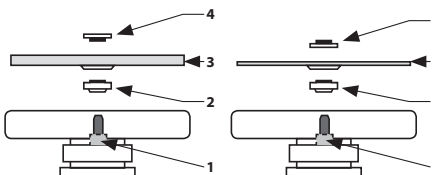
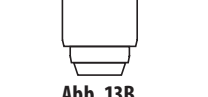

Abb. 13A
Abb. 13B
1. Setzen Sie die Unterlegscheibe auf die Spindel des Hebel des Winkelschleifers für die Montage der Scheibe (Abb. 13A oder Abb.10B, Position 2) so auf, dass sie in den Mulden der Spindel des Schleifers sitzt und sich mitdreht.
3. Auf die Spindel des Schleifers die Scheibe nach Abb. 13A und Abb.13B, Stellung 3 ausrichten und auf die Unterlage (sich Abb. 13A und Abb. 13B, Stellung 2) aufsetzen.
4. Dann schrauben Sie auf die Spindel die äußeren Spannmutter auf (Abb. 13A, oder 13B, Position 4). Zur Fixierung der stärkeren Schleifscheibe (max. Stärke 6 mm) die Spannmutter mit der Seite mit hervorstehendem Ring in Richtung der Scheibe festschrauben (Abb. 13A, Position 4). Zur Befestigung einer dünnen Trenn-/Schleifscheibe schrauben Sie die Spannmutter mit der Seite ohne den hervortretenden Kragen in Richtung der Schleifscheibe auf ((Abb. 13B, Position 4).